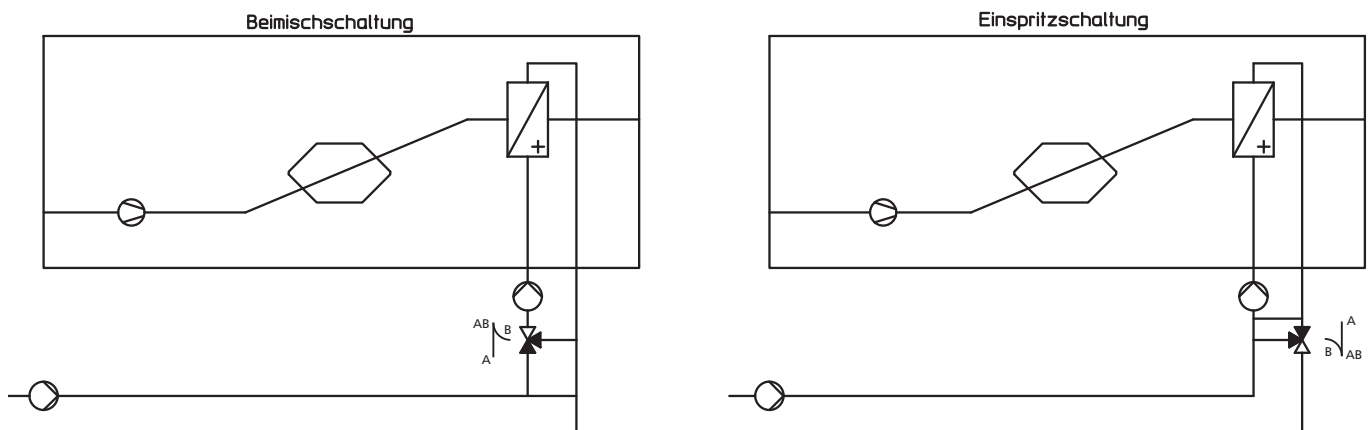

Abb. 12: PWW-Kreislaufsystem
Für das PWW-System des Nacherhitzers (optional) werden hydraulische Systeme mit Beimisch- oder Einspritzschaltungen empfohlen (s. Abb. 12).
- Achten Sie auf die Strömungsrichtung des Mediums in Bezug auf die Luftrichtung, in Zusammenhang mit dem entsprechenden Wärmetauscher, s. Abb. 12.